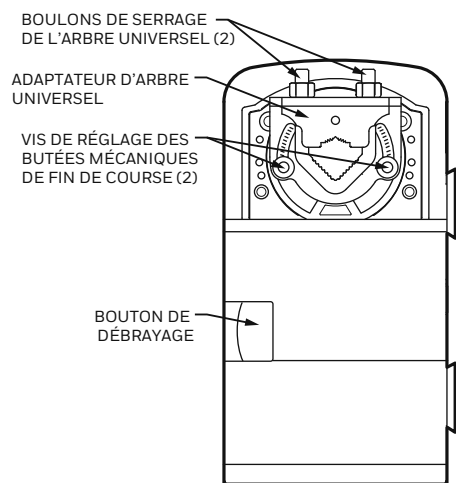

Fig. 1. Servomoteur flottant de la gamme 60.
Les deux vis de réglage de butée mécanique de fin de course permettent de régler la rotation entre 12 et 95°. Ces vis de réglage doivent être bien serrées en place. Pour assurer une fermeture étanche du volet, l'adaptateur d'arbre possède une course rotationnelle totale de 95° (voir la figure 1).
2. Vous pouvez tourner l'adaptateur d'arbre universel lorsque vous appuyez sur le bouton de débrayage (voir la figure 1).